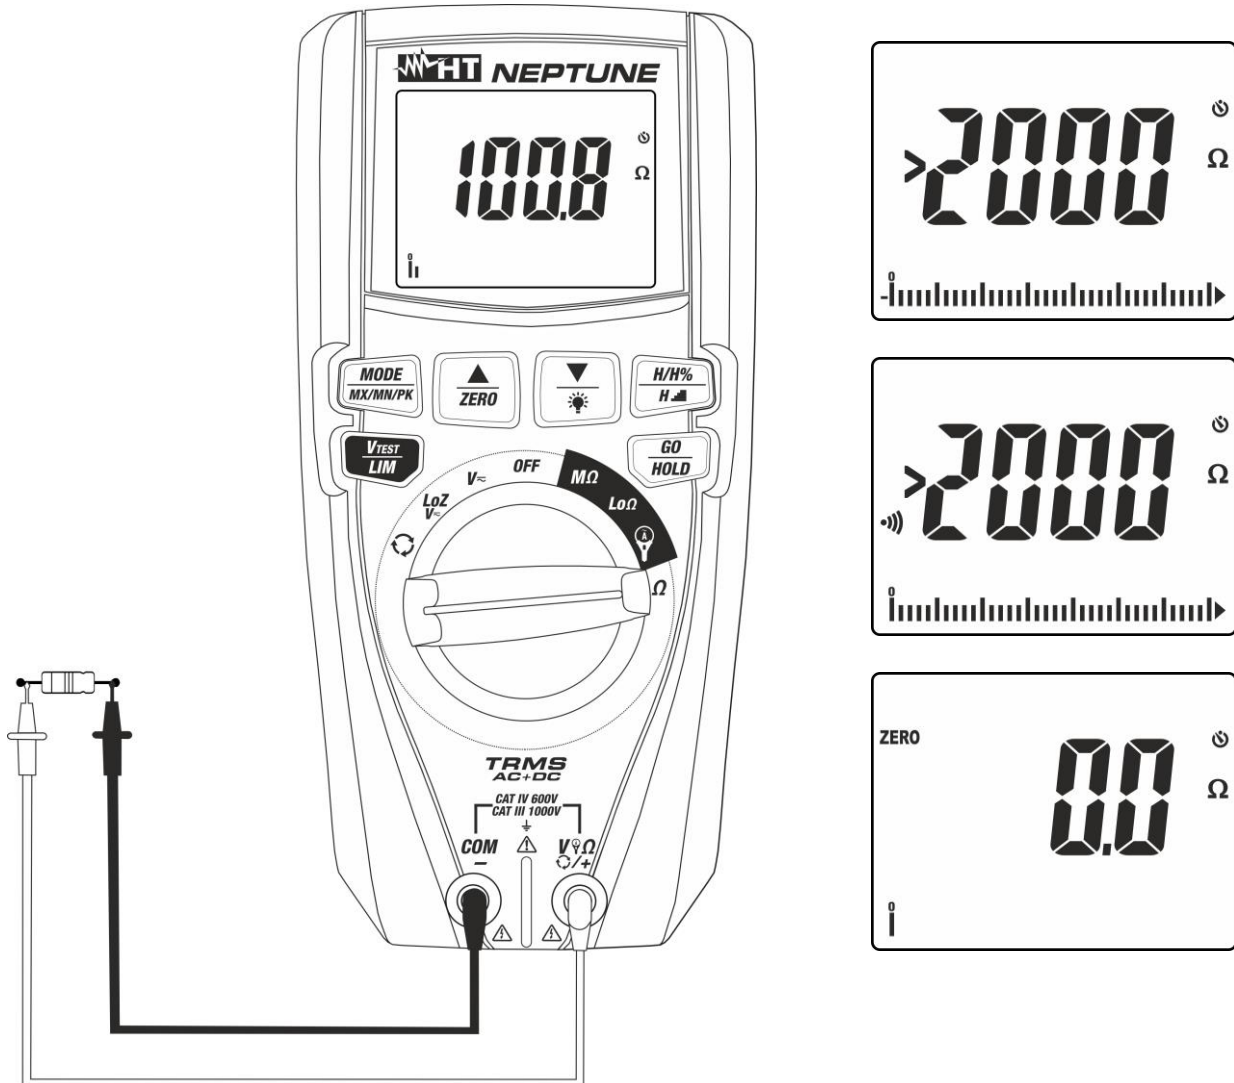

Fig. 9: Uso dello strumento per misura di Resistenza e Test Continuità
4. Posizionare i puntali nei punti desiderati del circuito in esame (vedere Fig. 9). Il valore della resistenza è visualizzato a display
5. Se sul display è visualizzato il messaggio “>2000 Ω ” (vedere Fig. 9) si è raggiunto il fondo scala dello strumento